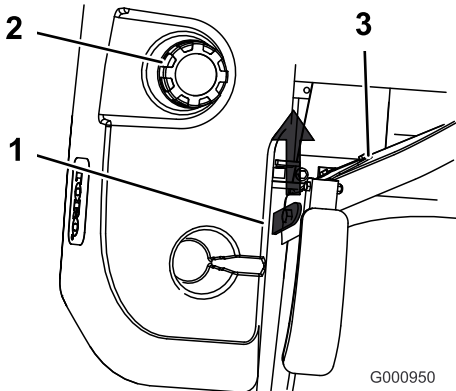

Рисунок 14
3. Поднимите сиденье вверх (Рисунок 14).